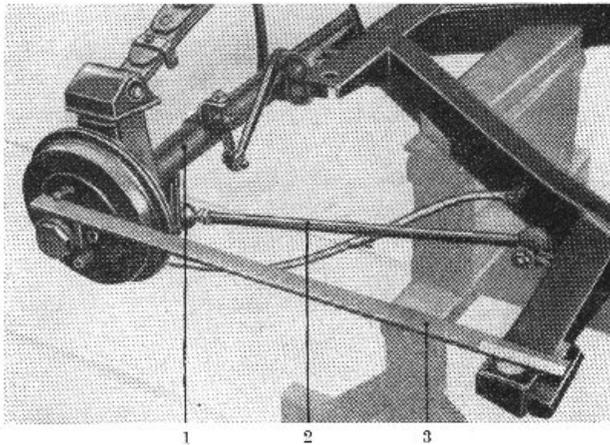

Bild H 9. Hinterachse zur Fahrzeuglängsachse rechtwinklig stellen
3. Beim Einbau der Hinterachse ist darauf zu achten, daß diese rechtwinklig zur Fahrzeuglängsachse steht. Beachte die Maße laut Bild H 9/1. Korrektur erfolgt durch Längenänderung der verstellbaren Lenkerstange (9/2).